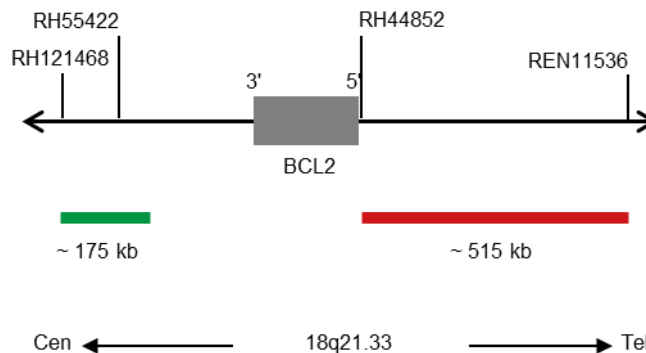

Abb. 1: SPEC BCL2 Sondenlokalisation (nicht maßstabsgetreu)
- Digoxigenin-markierten Polynukleotiden (~0,50 ng/μl), die gegen Sequenzen in 18q21.33* (chr18:60,415,418-60,589,273) gerichtet sind, welche proximal zur BCL2-Bruchpunktregion lokalisiert sind (siehe Abb. 1).
- Dinitrophenyl-markierten Polynukleotiden (~0,75 ng/μl), die gegen Sequenzen in 18q21.33* (chr18:60,994,528-61,507,691) gerichtet sind, welche distal zur BCL2-Bruchpunktregion lokalisiert sind (siehe Abb. 1).